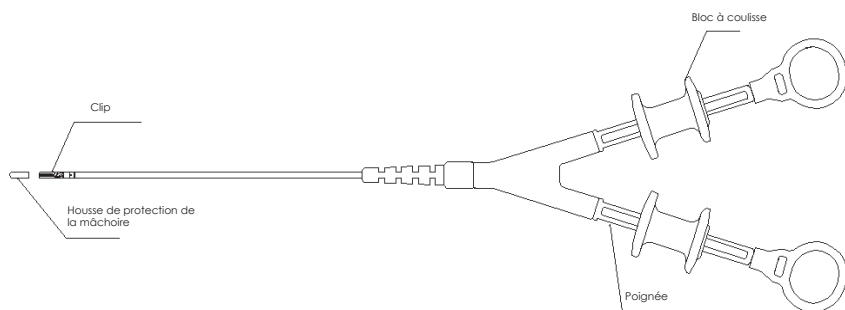

Fig. 2 Retirer le housse de protection de la mâchoire
A. Retirer le housse de protection de la mâchoire de l'extrémité avant de la dat dispositif jetable à double action pour fermeture des tissus (comme indiqué sur la figure 2), contrôler les deux poignées avec les deux mains respectivement, tirer le bloc à coulisse jusqu'à la position de l'anneau de pouce et maintenir la tension appropriée jusqu'à ce que la pince soit complètement fermée.